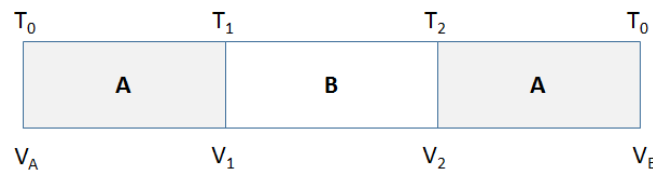

Figure 1 : Représentation schématique de l'assemblage de deux matériaux thermoélectriques assemblés en trois éléments.
2. On considère maintenant l'assemblage de deux matériaux A et B ayant des coefficients Seebeck respectif notés S_A et S_B comme schématisé sur la figure 1.